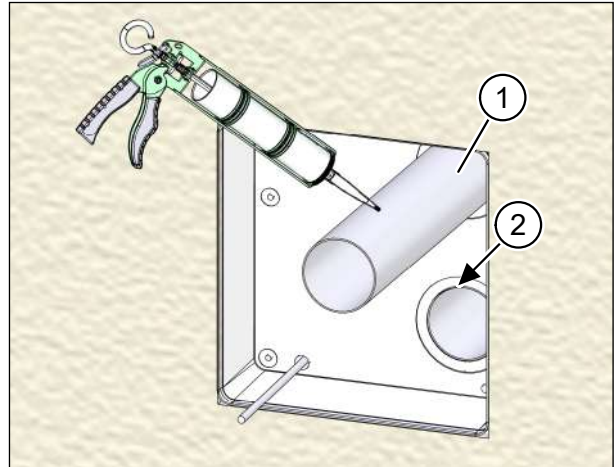

Abb. 26: Lüftungsrohre einsetzen und fixieren
- ▶ Tragen Sie dauerelastischen Dichtstoff auf die äußere Hülle der Lüftungsrohre (Pos. 1 in Abb. 26) auf.
- ▶ Schieben Sie beide Lüftungsrohre mit Drehbewegungen soweit in die Öffnungen des Montagesets ein, dass sie bündig mit der Innenseite des Montagesets abschließen (Pos. 2 in Abb. 26).